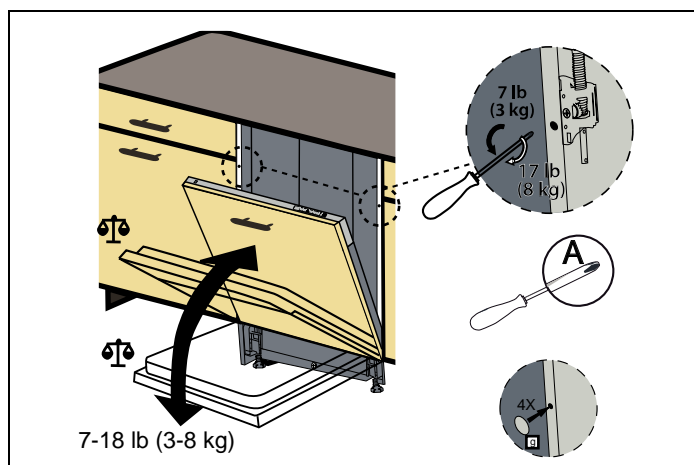

Fig. 28
- 8) Selon le poids de la porte en bois assemblée, l'équilibrage doit être assuré par le mécanisme indiqué dans la Fig. 28.